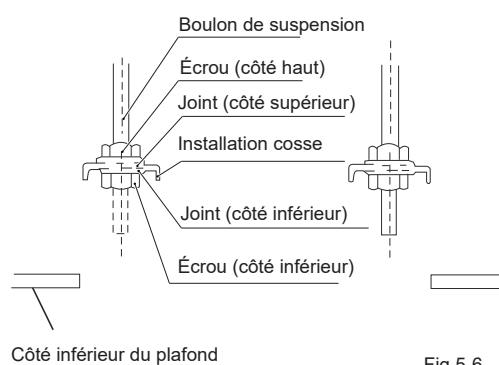

Fig.5-6
1. Ajustez l'emplacement de l'écrou, l'intervalle entre le joint (côté inférieur) et le plafond doit être ajusté en fonction des circonstances réelles de construction. Voir Fig.5-6.